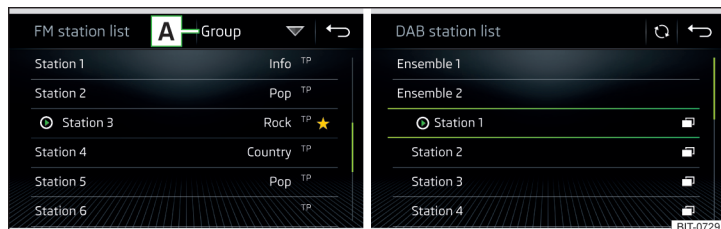

Fig. 176 Ejemplo de la lista de emisoras FM/DAB disponibles:
- ▶ Para **clasificar** (FM) las emisoras en la secuencia alfabética, según grupo o género, pulsar la superficie funcional » fig. 176 »
- ▶ Para la **filtración** de la emisora según el tipo de programa (p.ej. cultura, música, deporte, etc.), pulsar en la lista de emisoras FM (con la función RDS encendida) y en la lista de emisoras DAB (en la clasificación alfabética seleccionada de la lista de emisoras) la superficie funcional » fig. 176.
- ▶ Para la actualización **manual**, pulsar la superficie funcional » fig. 176.